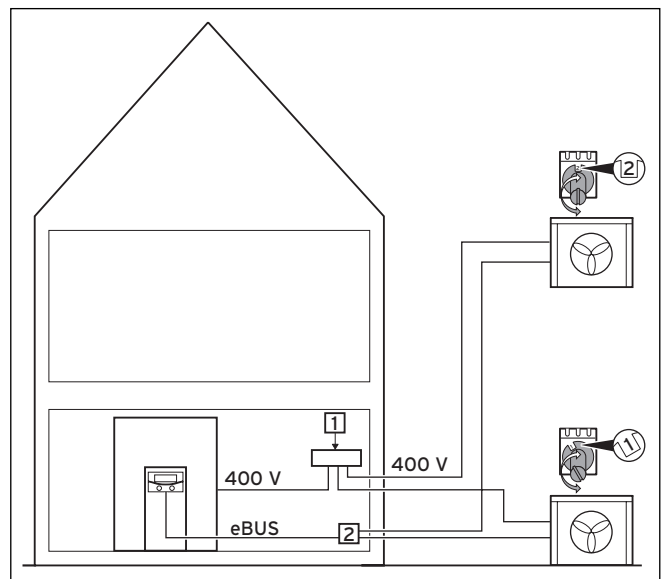

Abb. 7.4 Elektrische Verdrahtung zweier Außeneinheiten
- **Bei zwei Außeneinheiten:** Setzen Sie in der Nähe der Inneneinheit eine Verteilerdose und verbinden Sie dort die eBUS-Leitungen (→ **Abb. 7.4**).
Legende zu Abb. 7.4